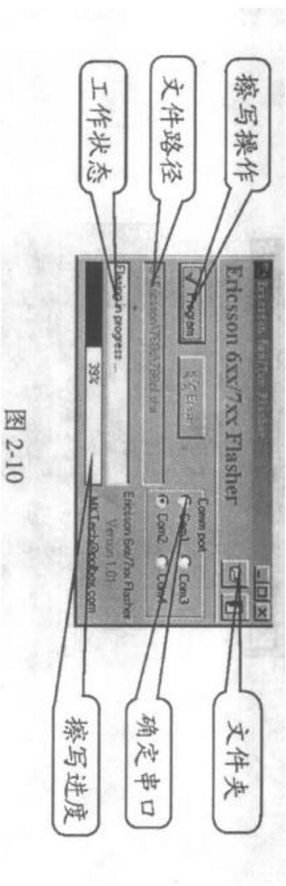

图 2-10
①将传输线把 GSM 手机（关机状态）与仪器连接好。
②运行“EricLab”图标后，显示如图 2-10 所示的界面。按如下提示操作：